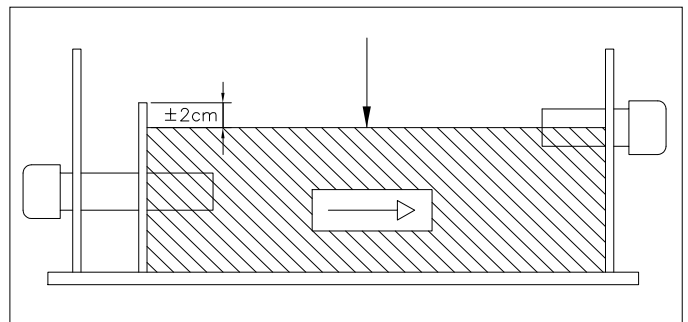

Bild 10 Neutralisationsbox, Typ NTG
1. Eine Neutralisationsbox aus Kunststoff, Typenbezeichnung NTG (Siehe Bild 10). Die Box ist mit einem Zweikomponentengranulat gefüllt, durch dieses wird das Kondensat geführt und im pH-Wert angehoben. Auf der Austrittseite verlässt das Kondensat die Neutralisationseinrichtung mit einem pH-Wert von 7,5 - 9,0.